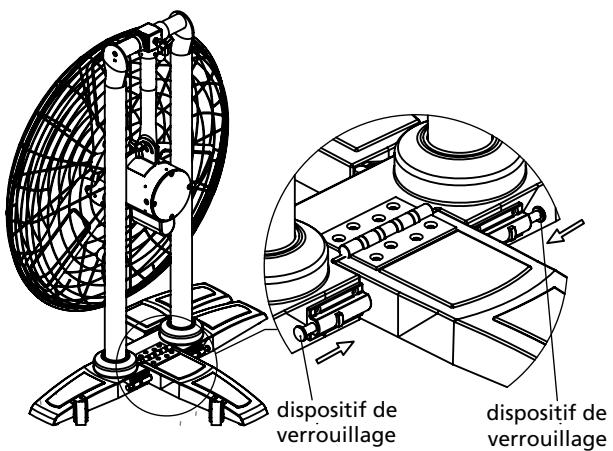

Figure 4
- Fixez solidement le support de pied avant à l'aide des dispositifs de verrouillage des côtés droit et gauche illustrés ci-dessous. Poussez jusqu'à ce que le dispositif de verrouillage s'enclenche complètement. Voir la Figure 4.